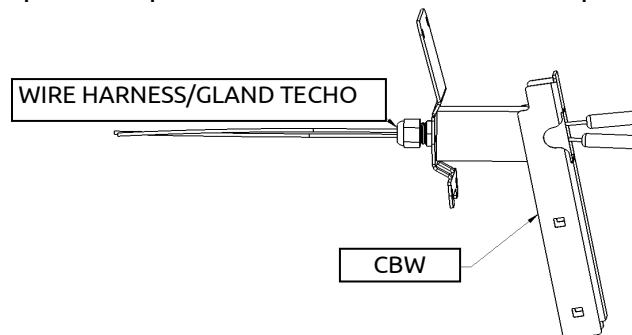

Figure 12
- b. Dirija el ensamble de cables en el soporte, con la glándula afuera (atrás) de los soportes (fig 12)